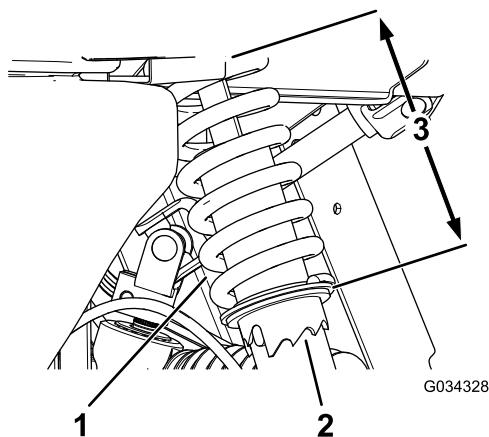

Рисунок 53
1. Используя инструмент Torgo № 6010, поверните кольцо на амортизаторе, чтобы изменить длину пружины (Рисунок 53).